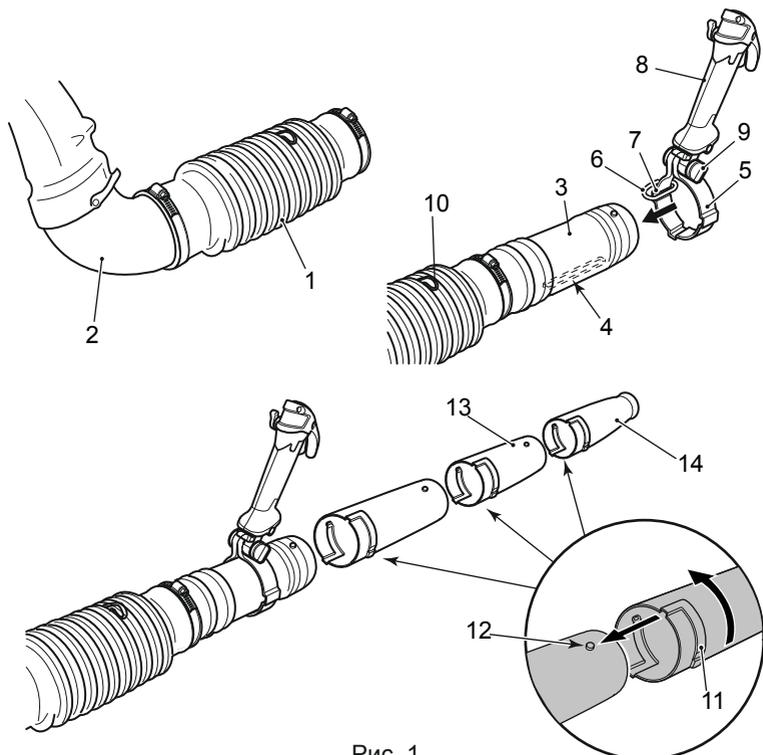

Рис. 1
#### **Монтаж трубок воздухоудвки и рукоятки управления (Рис. 1)**
Можно регулировать положение и наклон ручки управления (Рис. 1) (8) для обеспечения удобного положения.
- Отвинтите винт (Рис. 1) (9).
- После выполнения регулировки завинтите винт (Рис. 1) (9).